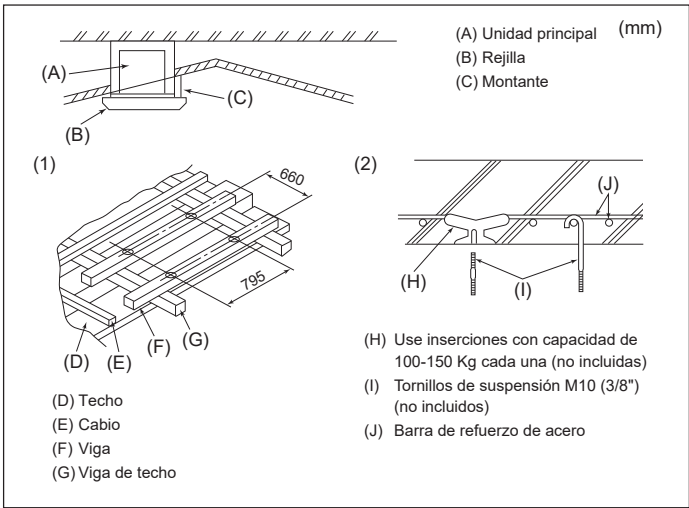

Fig. 3-5
- (G) Tornillos roscados de 14-4x10
- (H) Orificio de corte ø150
- (I) Paso del orificio taladrado ø175
- (J) Diagrama del orificio para toma de aire fresco
- (K) Tornillos roscados de 3-4x10
- (L) Paso del orificio taladrado ø125
- (M) Orificio de corte ø100
- (N) Techo
- (O) Figura explicativa sobre la extracción del aislante
- (P) Aislamiento
3.5. Estructura de suspensión (Refuerzo de la estructura de suspensión) (Fig. 3-5)